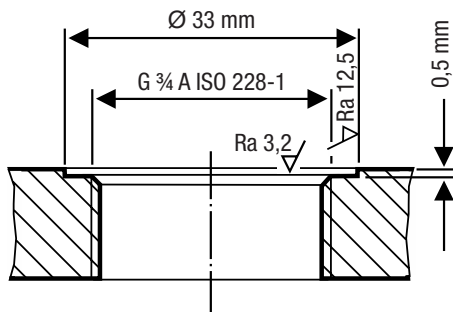

Fig. 9
- Verificare che le superfici di tenuta e la filettatura sulla caldaia o flangia di montaggio siano lavorate in modo accurato, ved. Fig. 9.
Le superfici di appoggio devono essere lavorate in modo accurato come in Fig. 9.